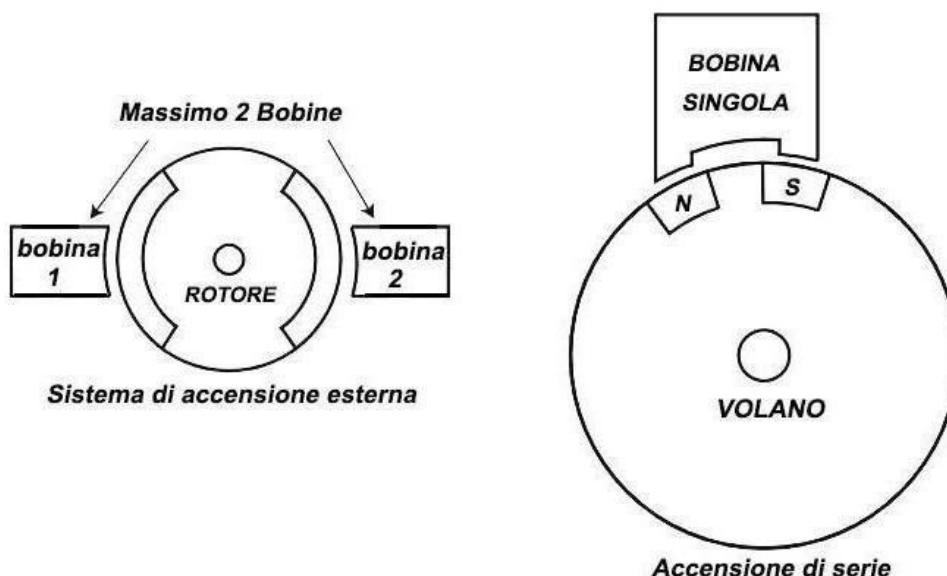

Figura 22 : Tipi di accensione motore 1/5 TC
- 9.3.3 **Anticipo accensione:** deve essere fisso (bloccato); sono permesse variazioni di anticipo non in movimento ma effettuate solo manualmente. Tutte le accensioni devono essere fissate meccanicamente al carter del motore. Il volano può avere solo uno paio di poli magnetici (Nord e Sud) vedi figura 22. Ci possono essere solo un massimo di due bobine (o un singolo combinato LT e HT: bobina con il tipo di accensione standard; oppure due bobine LT per i sistemi di accensione esterni) che lavorano con il volano / rotore, (vedi Figura 22 sottostante)